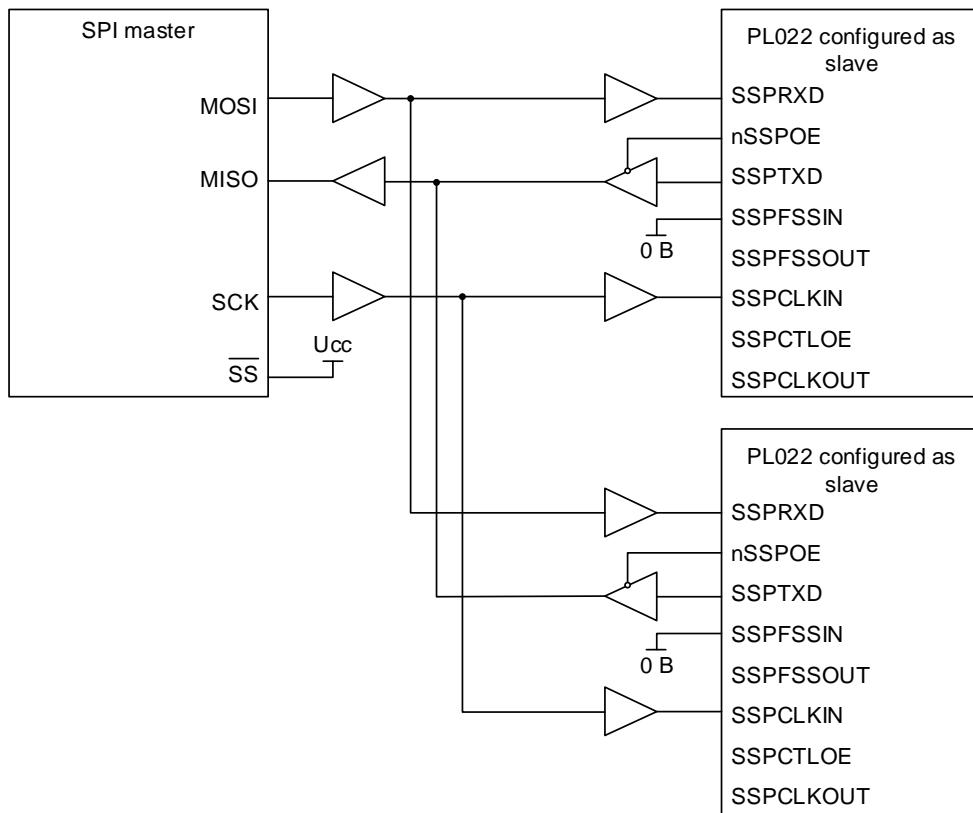

Рисунок 106 – Ведущее устройство, протокол SPI,
Рисунок 106 показывает ведущее устройство, поддерживающее протокол SPI фирмы Motorola, соединенное с двумя модулями SSP, сконфигурированными для работы в ведомом режиме. Линия Slave Select (SS) ведущего устройства в этом случае установлена в высокий логический уровень. Ведущее устройство осуществляет передачу данных по линии MOSI циркулярно в адрес двух ведомых модулей.